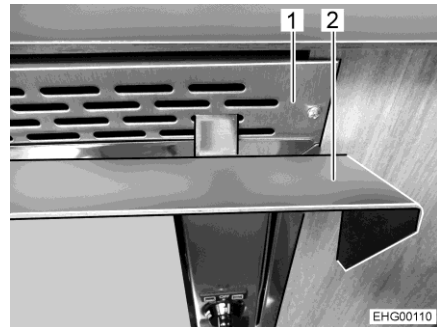

Fig. 230 Déflecteur de chaleur
- Accrocher le déflecteur de chaleur (Fig. 229,1 et Fig. 230,2) dans la grille d'aération (Fig. 230,1) du four.